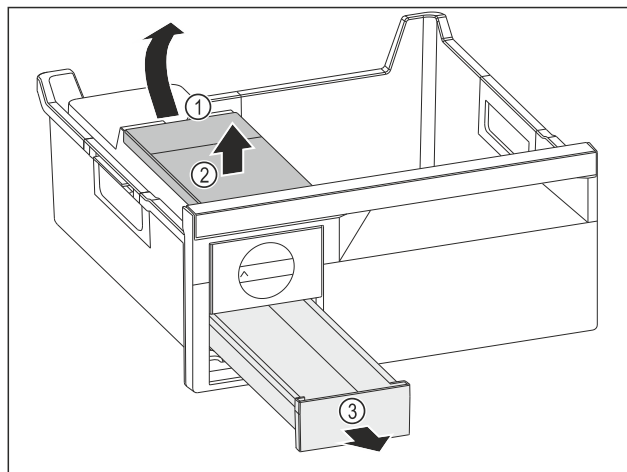

Fig. 142
- Udtagning af vandtank: Løft vandtanken i udsparringen Fig. 142 (1).
- Tag vandtanken Fig. 142 (2) op og ud.
- Tag isterningskuffen Fig. 142 (3) frem og ud.